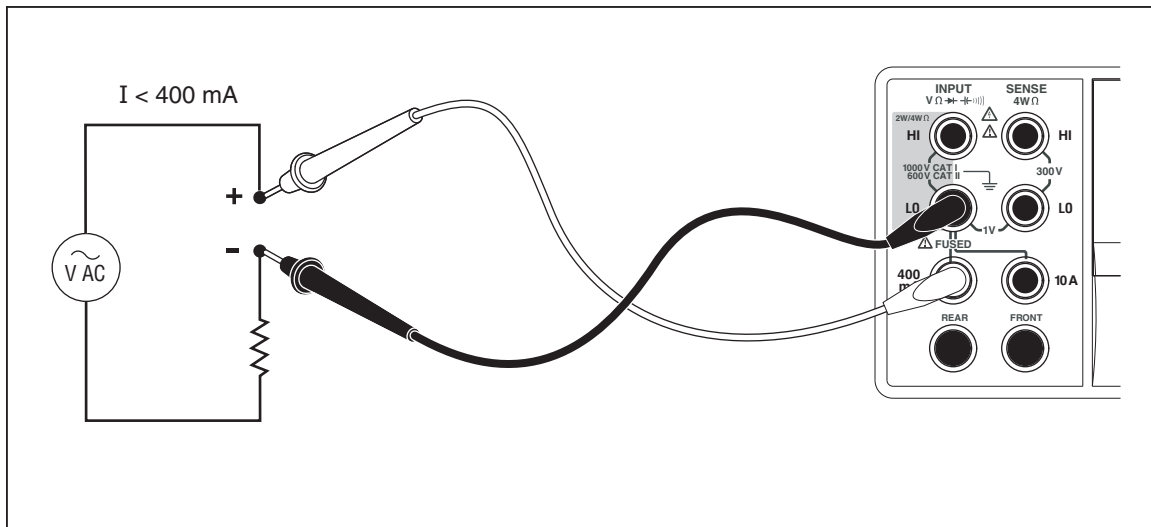
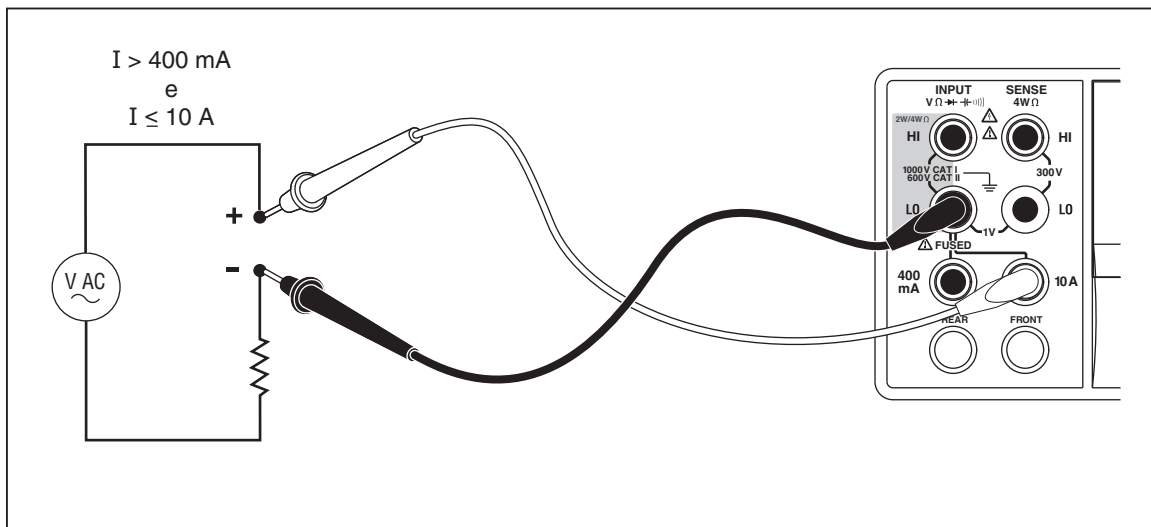

Figura 4-4. Collegamenti in ingresso per le misure di corrente inferiori a 400 mA
Figura 4-5. Collegamenti in ingresso per le misure di corrente superiori a 400 mA
Il multimetro è in grado di eseguire misure di corrente sia alternata che continua fino a 10 A. Per queste misure si usano due connettori di ingresso separati in abbinamento con il connettore **LO**. Per garantire la migliore risoluzione, eseguire le misure di corrente inferiori a 400 mA usando i connettori di ingresso **LO** e **mA**, come illustrato nella Figura 4-4.
Le misure di corrente previste fra 400 mA e 10 A vanno eseguite usando i connettori di ingresso **Input LO** e **10A**, come illustrato nella Figura 4-5.
1. Collegare i cavetti di prova ai connettori di ingresso del multimetro e al circuito da misurare come illustrato nella Figura 4-4 (correnti fino a 400 mA) o nella Figura 4-5 (correnti fino a 10 A).
1. Collegare i cavetti di prova ai connettori di ingresso del multimetro e al circuito da misurare come illustrato nella Figura 4-4 o 4-5, a seconda del livello di corrente previsto.